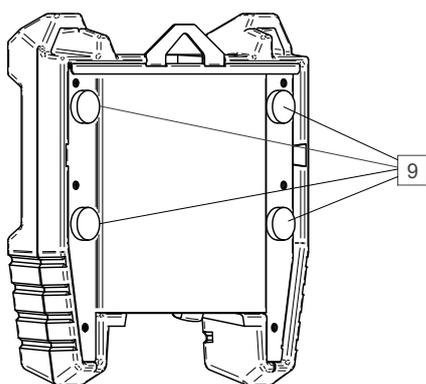

Рисунок 4
- Резиновые ножки с магнитом [9] используются для крепления устройства к металлическим элементам, напр., к передней панели источника питания (Рис. 4 и 5)